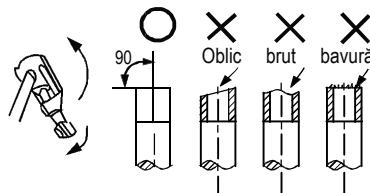

Fig. 9-1
- Tăiați un tub cu un tăietor de tuburi. (Consultați Fig.9-1)